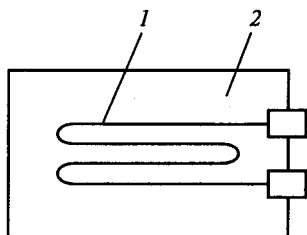

Рис. 269
**12.10.** Тензометрический датчик (рис. 269) состоит из константовой проволоки 1, наклеенной на бумажную обложку 2. Этот датчик, в свою очередь, приклеивают к детали, деформацию ко-